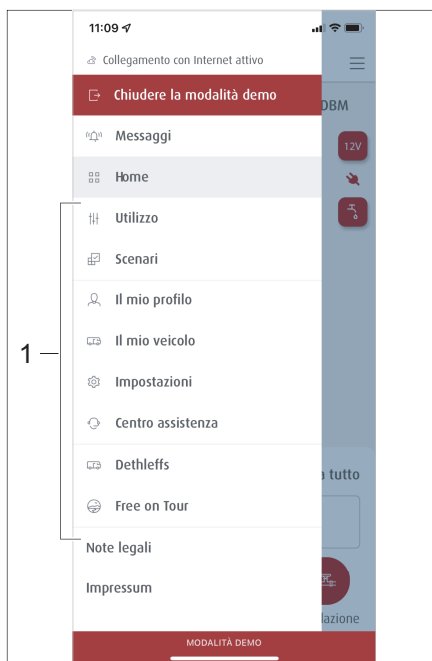

Fig. 280 Sottomenu
- Digitare, nell'area menu, il simbolo ☰. Vengono visualizzati i sottomenu (Fig. 280,1).
- Digitare nell'area menu *Scenari* (Fig. 280,1).
- Selezionare nei sottomenù (Fig. 280,1) il menu *Utilizzo*.
- Selezionare, nei sottomenu, (Fig. 280,1) il menu *Il mio veicolo*.